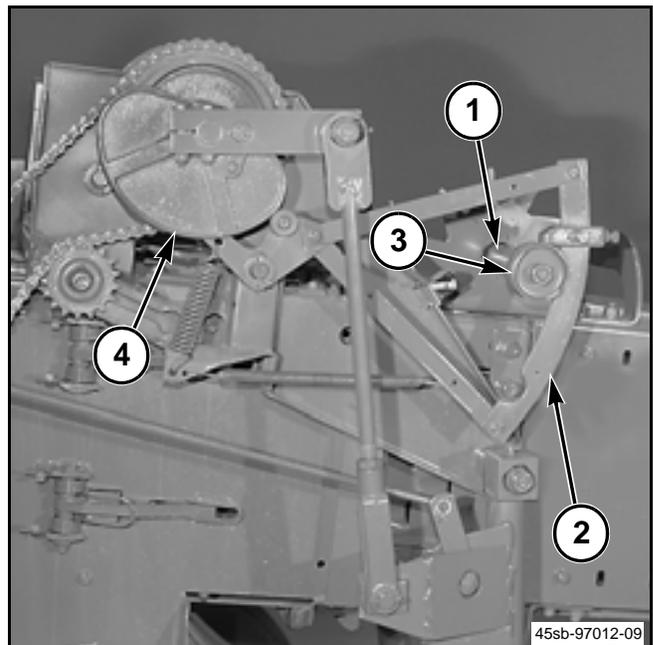

FIG. 72
FIG. 72: Posicione el conjunto de rueda dosificadora (1) de la parte delantera a la trasera de tal manera que el brazo de desplazamiento del retorcedor (2) esté alineado con la uña del embrague. Ajuste el espacio a 5 mm (3/16 pulg) entre el carrete dosificador (3) y el brazo de desplazamiento del retorcedor cuando el brazo de reconfiguración esté en el punto más alto de la leva de reconfiguración. Para ajustar, afloje los pernos de montaje de la rueda de dosificación y mueva el soporte hacia adelante y hacia atrás lo que sea necesario. Mantenga el eje de la rueda de dosificación en ángulos rectos con la cámara de fardos